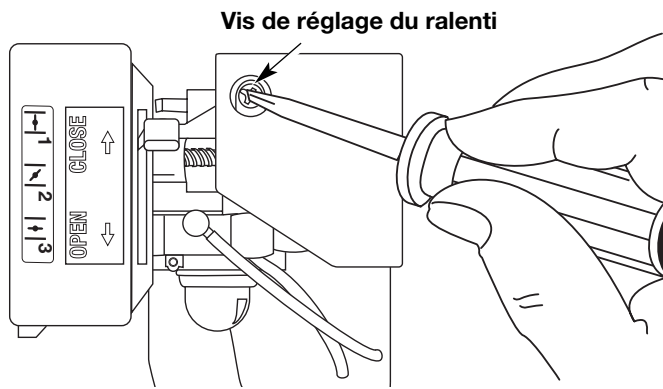

Fig. 22
La vitesse de ralenti du moteur est réglable à l'aide d'une vis de réglage accessible par un trou situé sur le dessus du couvercle du moteur (Fig. 22).
- Relâchez le levier d'accélérateur et laissez le moteur au ralenti. Si le moteur s'arrête, insérez un petit tournevis à embout cruciforme ou à tête plate dans le trou du couvercle du moteur (Fig. 22). Vissez la vis de réglage du ralenti de 1/8 de tour à la fois (selon le besoin) jusqu'à ce que le moteur tourne au ralenti.